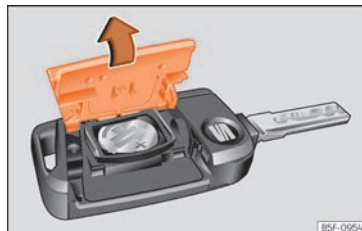

Fig. 79 Llave del vehículo: apertura de la tapa del compartimento para la pila.
- Retire la tapa en la parte trasera de la llave del vehículo »»» **fig. 79** en la dirección de la flecha »»» ❶.
- Coloque la tapa tal como se muestra »»» **fig. 79** y presiónela en la carcasa de la llave del vehículo en sentido contrario a la flecha hasta que encastre.